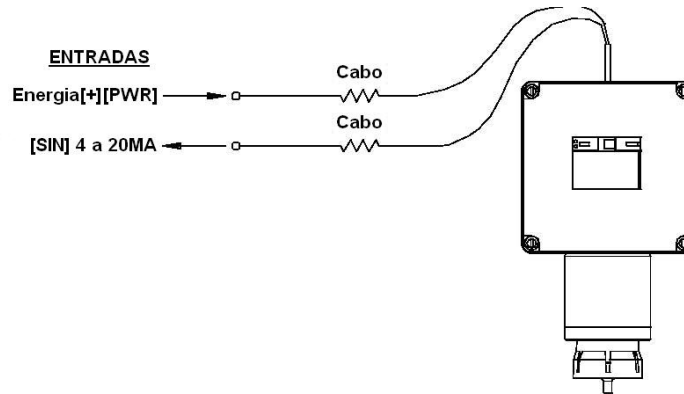
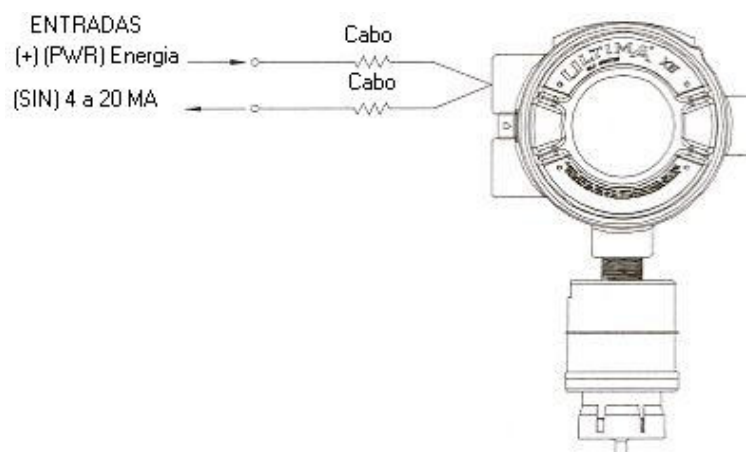

Figura 1-10. Operação de Propósito Geral de Dois Fios
Figura 1-12. Operação de 2 Fios à prova de Explosão
- Os Monitores de Gás Ultima de 4 a 20 mA de dois fios operam no modo de corrente (Figura 1-10 para propósitos gerais) (Figura 1-12 para os que são à prova de explosão)